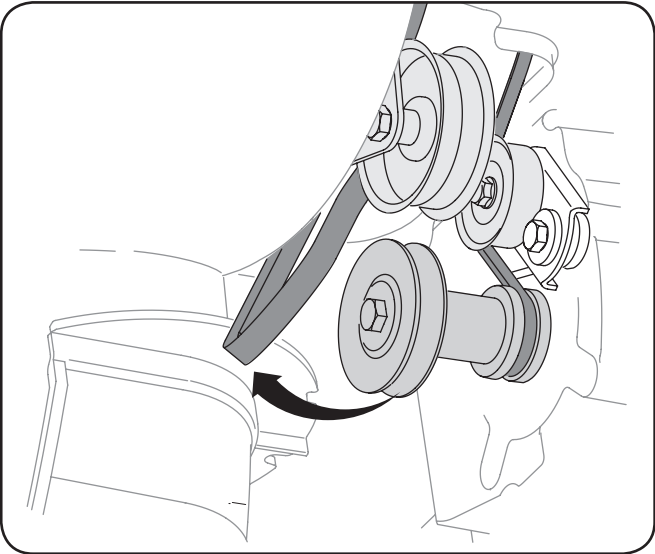

Figure 7-3
- 5. Démontez le couvre-châssis du dessous de la souffieuse en retirant les quatre vis auto-taraudeuses qui le maintiennent en place. Voir la Fig. 7-3.
- 4. Dégagez la courroie de la tarière de la poulie motrice. Voir la Fig. 7-3.